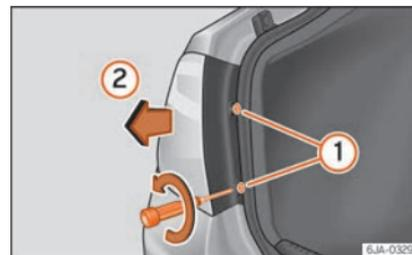

Abb. 98 Ausbau der Heckleuchte im Seitenteil
- Lösen und entfernen Sie mit einem Einsteck-Schraubendreher oder einem T20 Torx-Schlüssel (gegen den Uhrzeigersinn drehen) die beiden Befestigungsschrauben im vorderen Bereich der Leuchte »» **Abb. 98 »**
- ① Achten Sie darauf, die Schrauben nicht zu verlieren.
- Ziehe Sie die Heckleuchteinheit nach hinten (»» Abb. 98 ②) bis die Heckleuchte sich aus der Aufnahme gelöst hat.